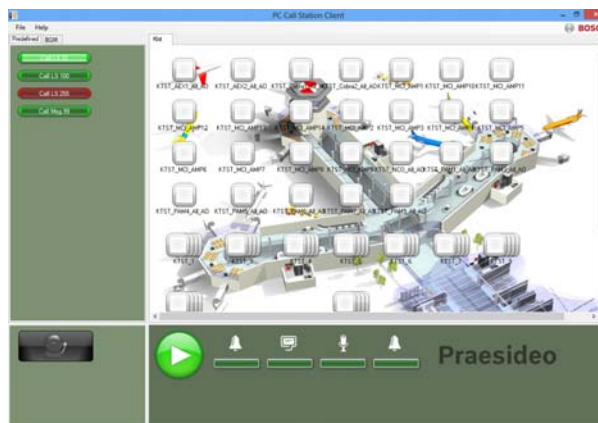

рисунок 62.2: Вкладка предварительно заданных вызовов
- 7 Нажмите кнопку *OK*. Отобразится экран, подобный экрану, изображенному на рисунок 62.2.